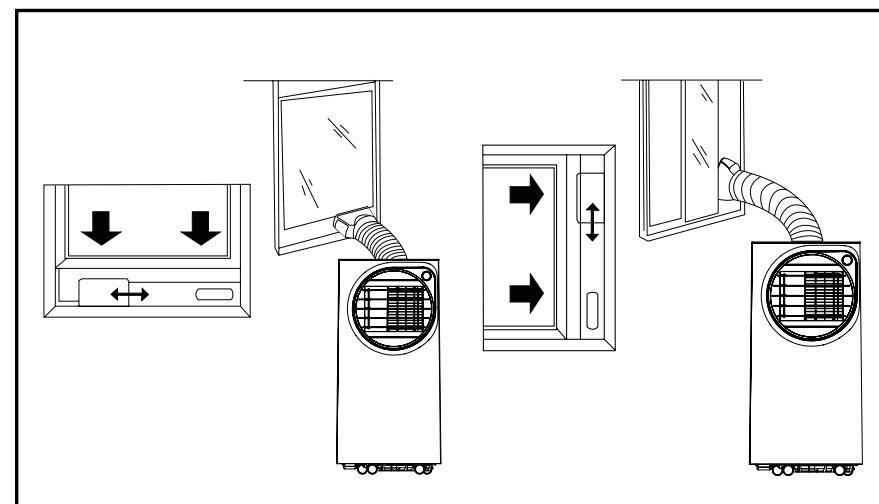

Fig. 8
- Se viene installata su una finestra, inserire il raccordo al pannello regolabile collocato stabilmente nell'apertura della finestra. Il pannello è regolabile in lunghezza (Fig. 8).